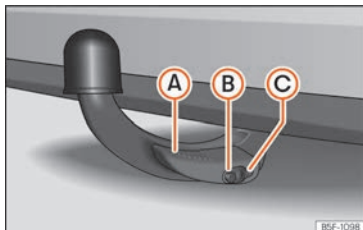

Abb. 270 Ordnungsgemäß befestigter abnehmbarer Kugelkopf
- Der Hebel **(A)** » Abb. 270 ist vollständig angehoben.
- Der Entriegelungsbolzen **(B)** » Abb. 270 steht komplett heraus (sein rot-grüner Teil ist sichtbar).
- Die Abdeckung **(C)** » Abb. 270 sitzt auf dem Schloss.